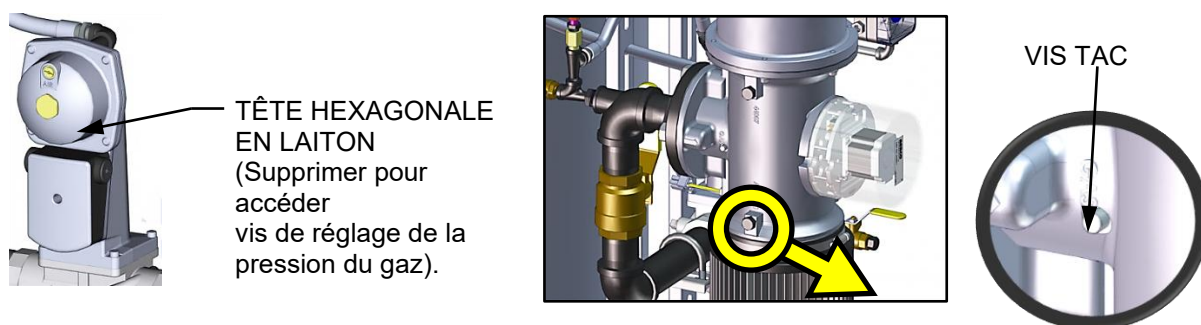

Figure 4-3 : Emplacement de la vis de réglage de la pression du gaz et de la vis TAC
15. Vérifier que la pression du gaz du collecteur du **côté aval** de la SSOV se situe dans la plage indiquée au tableau 4-1. Si ce n'est pas le cas, retirez l'écrou hexagonal en laiton de l'actionneur SSOV pour accéder à la vis de réglage de la pression du gaz (figure 4-3). Effectuez les réglages à l'aide d'un tournevis plat, en tournant lentement le réglage de la pression du gaz (par incréments de 1/4 de tour) dans le **sens des aiguilles d'une montre** pour **augmenter la** pression du gaz ou dans le **sens inverse des aiguilles d'une montre** pour **la réduire**. La lecture de la pression du gaz résultant sur le **manomètre en aval** devrait se situer dans la plage indiquée ci-dessous.